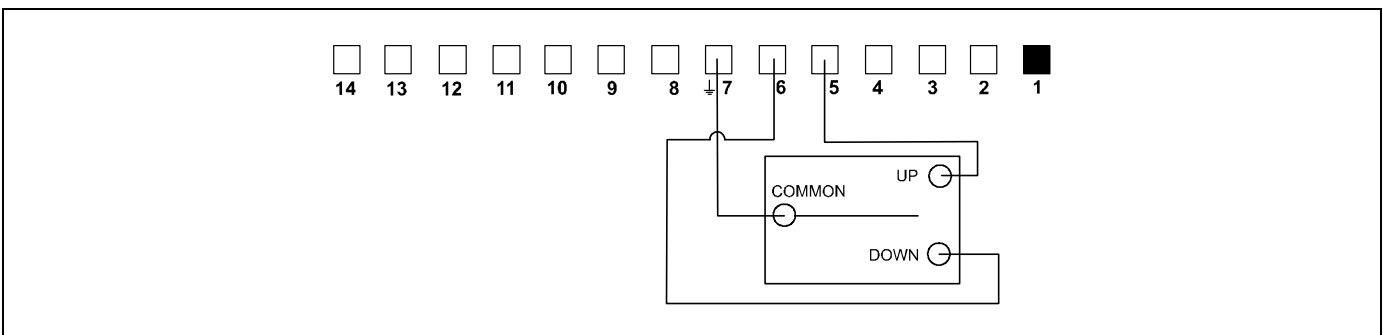

рис. 31
ПРИМЕЧАНИЕ. Если необходимо управлять устройством за пределами рабочего диапазона пульта ДУ, можно воспользоваться соединенным проводами переключателем или аналогичным устройством. См. раздел *Замыкания «сухих» контактов* (см. рис. 31)
1. Подключите общий провод от переключателя к клемме 7. (см. рис. 31)